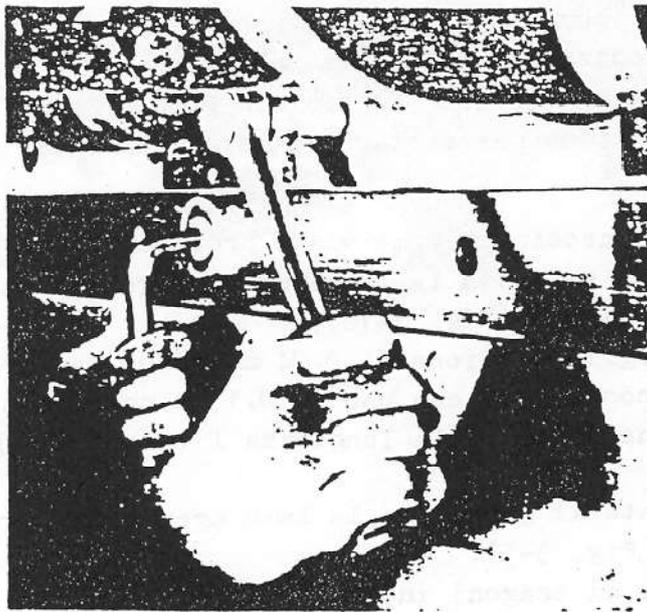

FIG. 3-15
- . Per rimontare la lama superiore, spingerla e premerla fortemente nel suo alloggiamento (verso l'alto) servendosi degli eccentrici (Fig. 3-15).